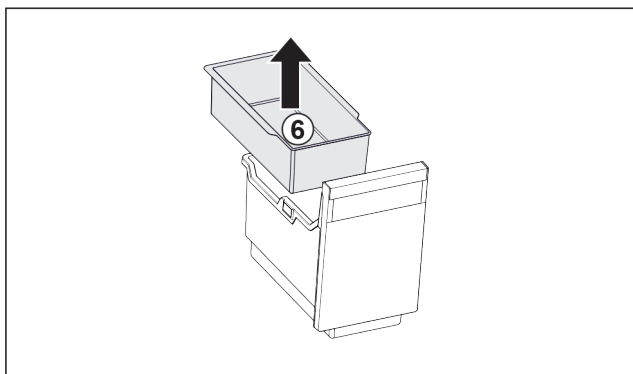

Fig. 101
- ▶ Extrageți tava suspendată Fig. 101 (6).